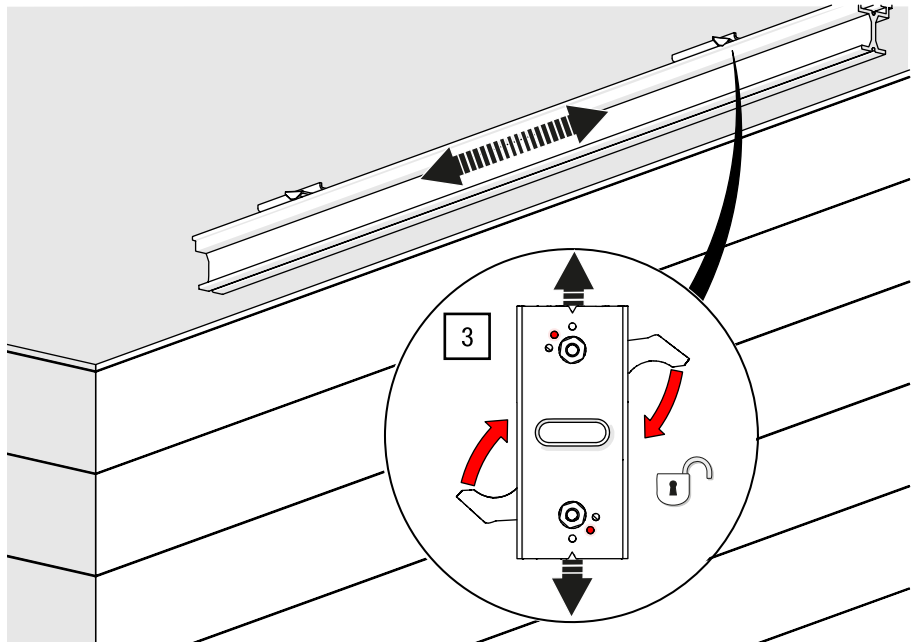
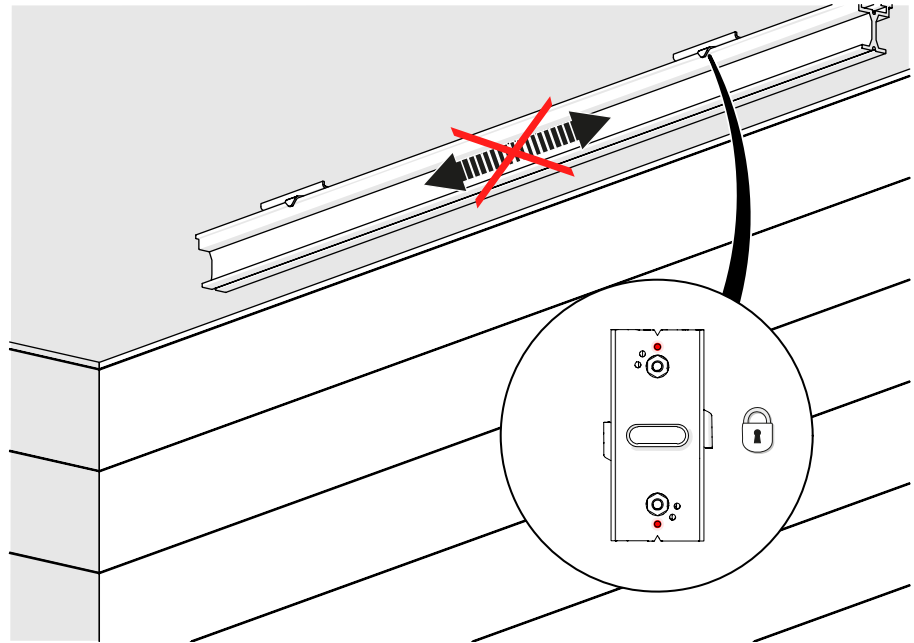

Abb. 55: Deckenmontage – G-TWIST II in Rastposition 2
Abb. 56: G-TWIST II in Rastposition 3 (geschlossen)
3. Positionieren Sie die Schiene und verriegeln Sie diese anschließend in der dritten Rastposition (siehe Abb. 55 und Abb. 56).
- ✓ Die Schiene ist jetzt an der Decke verriegelt (siehe Abb. 56).